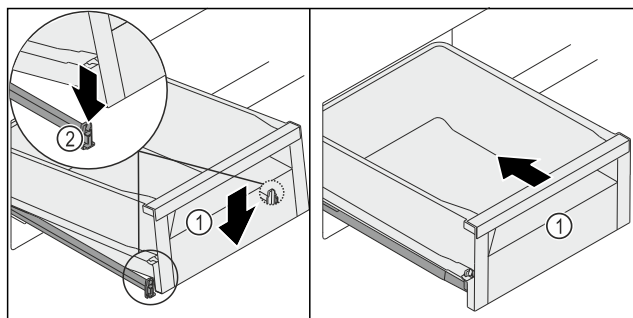

Fig. 136
- Abbassare il cassetto Fig. 136 (1) in avanti, in modo che lo stesso si inserisca tramite scorrimento a sinistra e a destra nel morsetto Fig. 136 (2).
- Il cassetto Fig. 136 (1) si innesta in modo percepibile.
- Inserire il cassetto Fig. 136 (1).